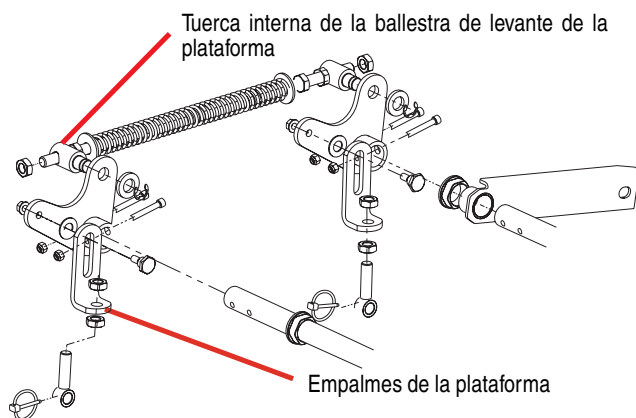

Figura 5
- c. Si la altura al frente de la plataforma de corte es 3.17 a 6.35 mm (1/8 -1/4 pulgadas) más baja que la altura en la parte trasera de la plataforma a cada lado del cortacésped, no la ajuste. Sino, va a tener que ajustar el Muelle Auxiliar de Levante de la Plataforma (vea la Figura 5). Pude necesitar ajustar también los
Empalmes de la plataforma (vea la Figura 5).